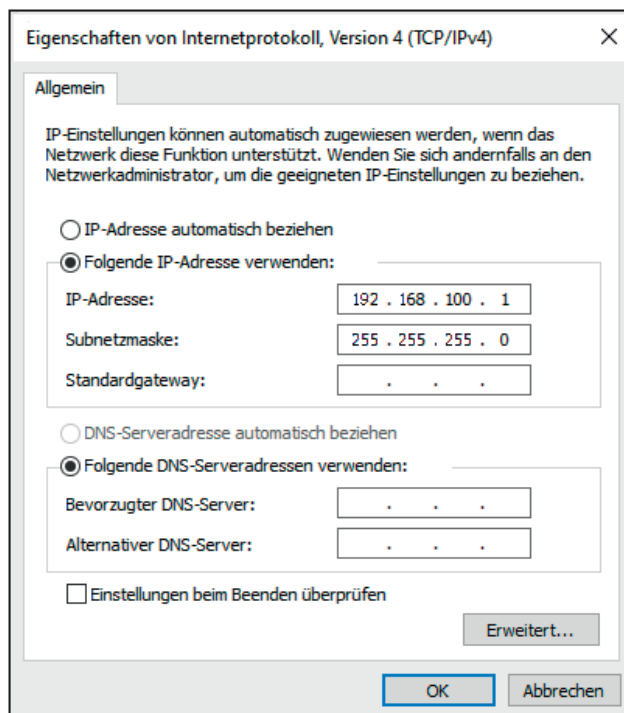

Abb. 6-8: Windows 10/11: Dialog **Eigenschaften Internetprotokoll Version 4 (TCP/IPv4)**
- ⇒ Der Dialog **Eigenschaften von Internetprotokoll, Version 4 (TCP/IPv4)** öffnet sich (Abb. 6-8).